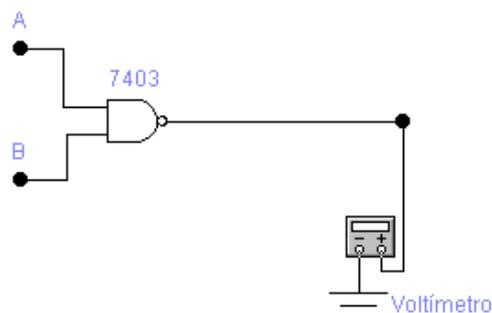

Figura 1 – Circuito para teste da porta de *Coletor Aberto* sem o resistor *pull-up*.
3.1.1. Montar o circuito da Figura 1. Observe a tensão de saída utilizando o voltímetro e a ponta de prova do módulo Datapool, e complete a Tabela I na Folha de Respostas.
3.1.1 Tabela Verdade do Porta de Coletor Aberto, CI 74LS03, sem resistor pull-up (Figura 1):